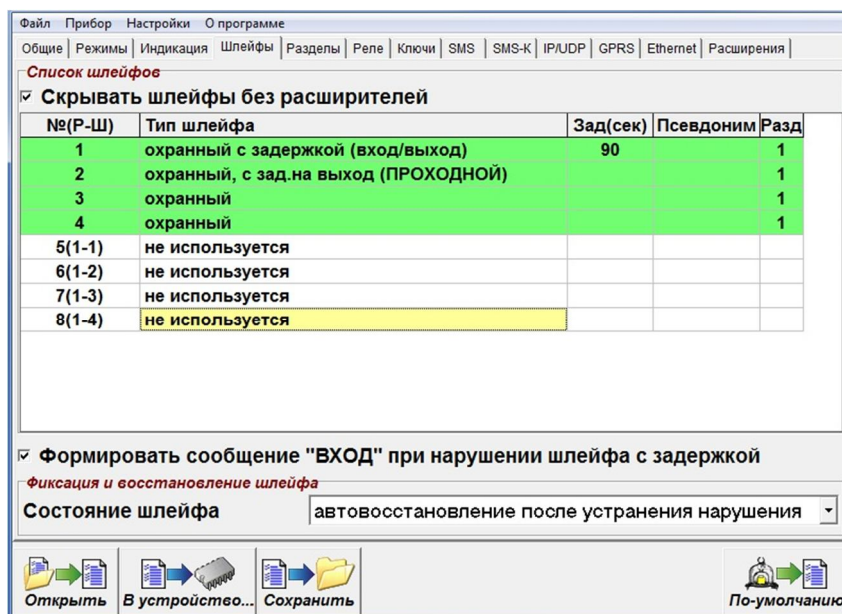

Рисунок 6. Вкладка «Шлейфы». Добавленные шлейфы расширителей.
4.3 На вкладке «Шлейфы» отображаются шлейфы УОО и шлейфы добавленных расширителей (рисунок 6).